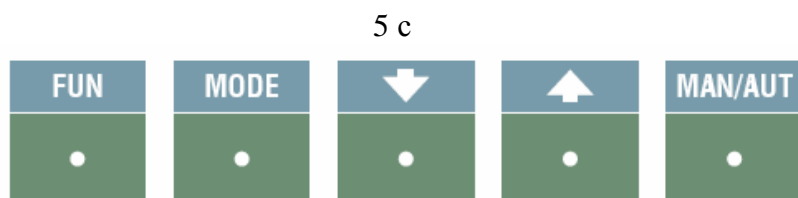

Рис. 1
- Установите ручной режим (MAN), нажмите клавишу MODE и удерживайте в течение 5 с (Рис. 1).